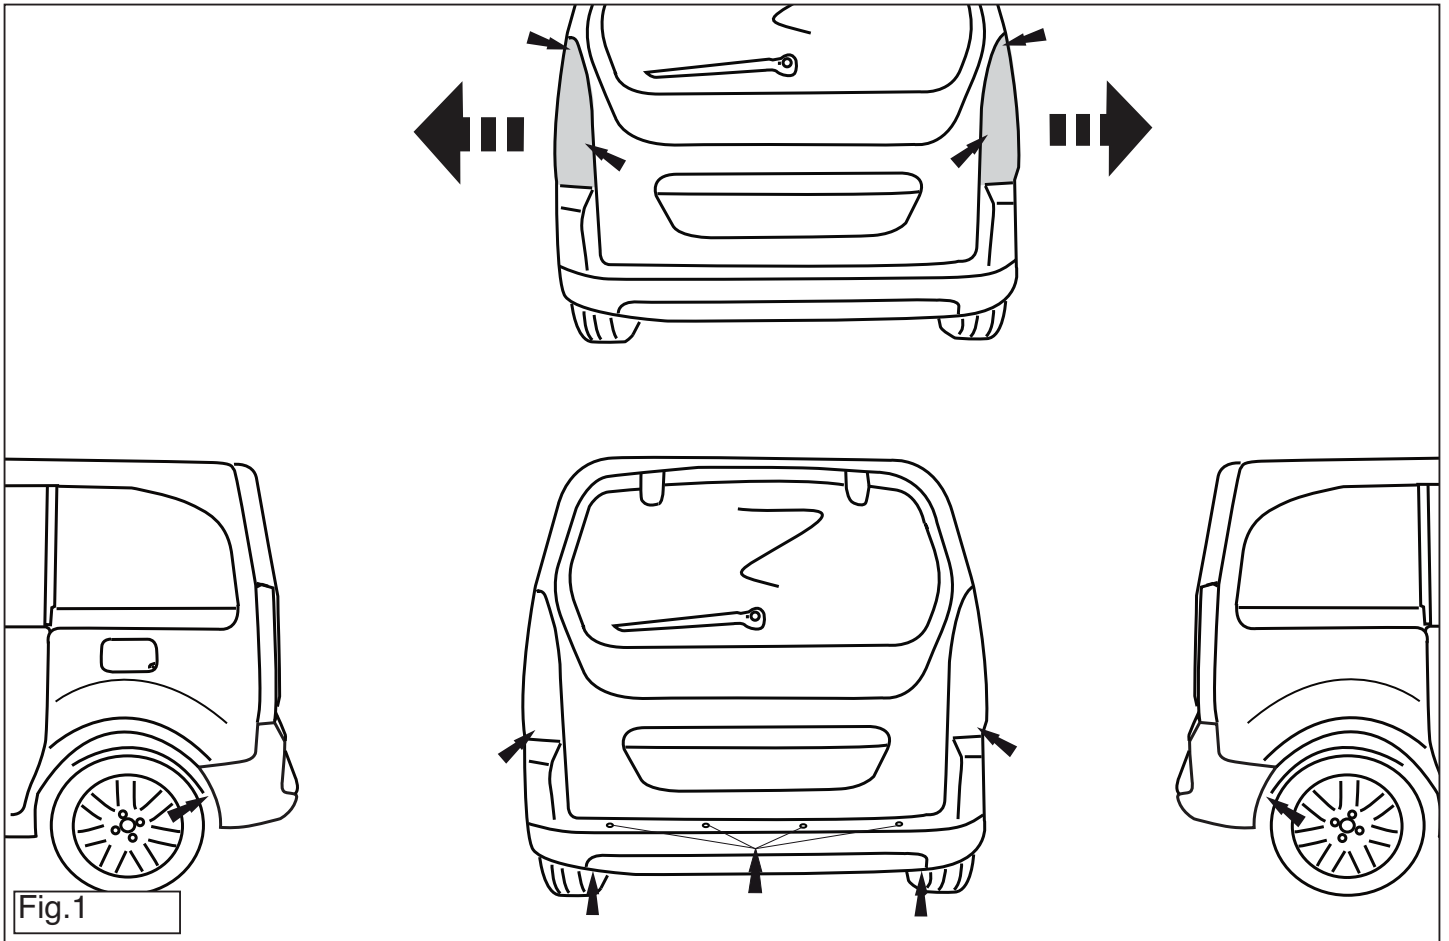

Fig.1
1. **Для моделей 2 Partner Teepee Outdoor:** Снять бампер. См. рисунок 1.